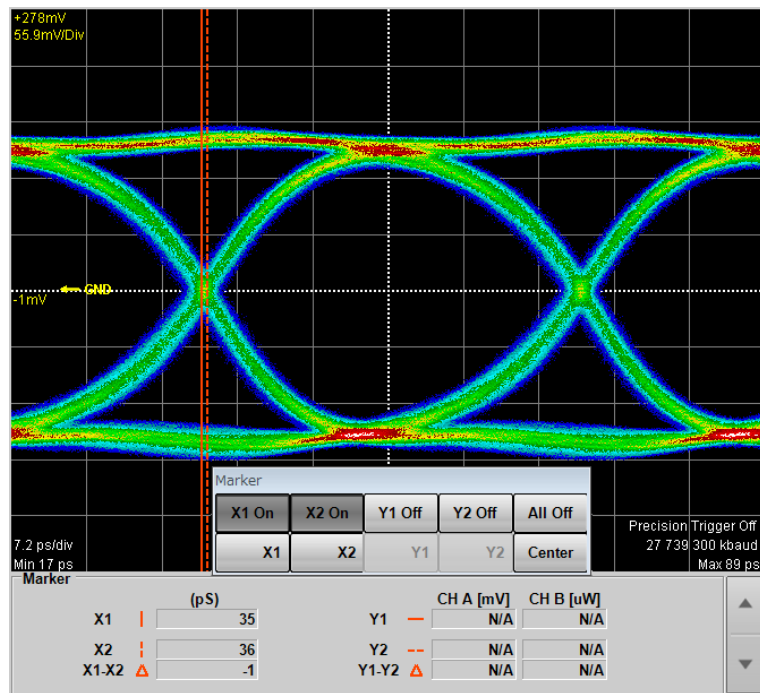

図7.1.4-3 スキューの測定例
8. PPG1 Data Out と Scope の Ch A In を同軸ケーブルで接続します (図 7.1.4-2 参照)。